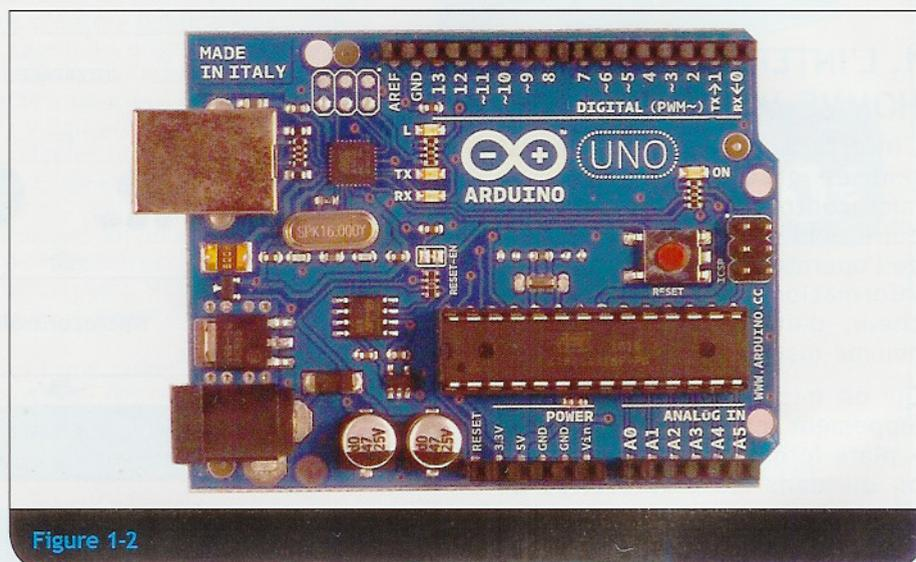

Figure 1-2
- un module ARDUINO UNO (figure 1-2),